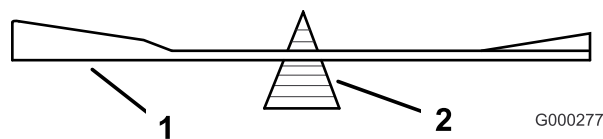
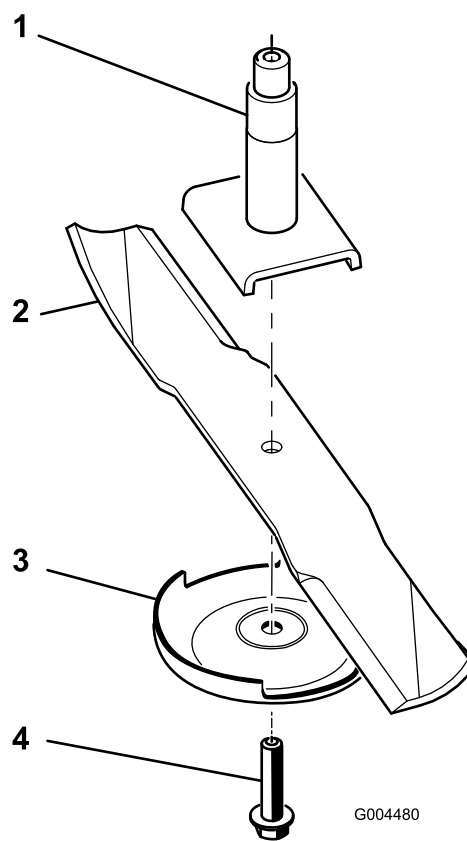

Figura 68
Figura 69
2. Retire a cavilha da lâmina, a placa anti-dano e a lâmina do eixo (Figura 69).
2. Verifique o equilíbrio da lâmina colocando-a num equilibrador de lâminas (Figura 68). Se a lâmina ficar na horizontal é porque está equilibrada e pode ser utilizada. Se a lâmina não estiver equilibrada, lime algum metal da extremidade da aba apenas (Figura 69). Repita este procedimento até a lâmina estar equilibrada.
1. Instale a lâmina no veio (Figura 69).
2. Instale a placa anti-danos e o parafuso da placa (Figura 69).